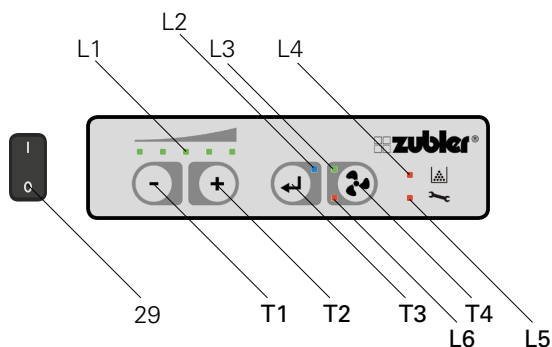

Fig. 13
■ Désactivez la centrale par l'interrupteur principal 29 (Fig. 13) ainsi que votre appareil de travail par l'interrupteur principal correspondant afin d'éviter une remise en marche involontaire.